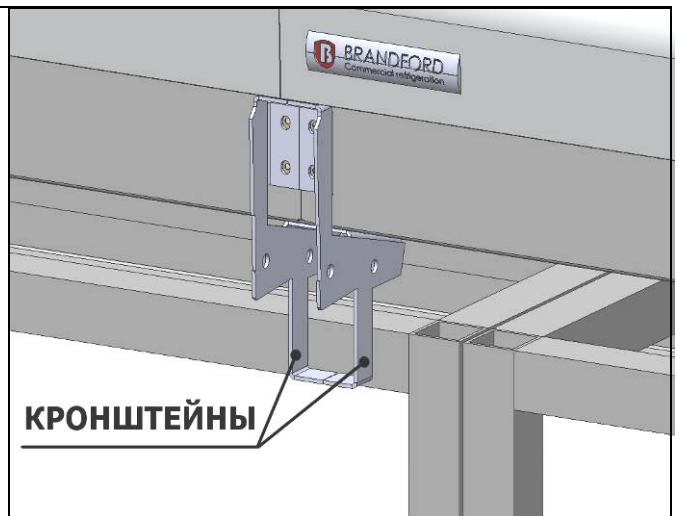

рис. 6
- через отверстия в кронштейнах декоративного бампера с помощью болта M6x45 (рис.6)